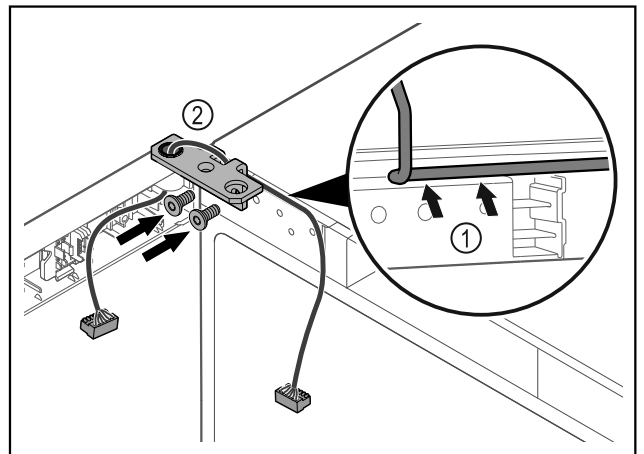

Fig. 63
- Faire passer le câble avec précaution par le trou de l'équerre de charnière Fig. 63 (1).
- Visser l'équerre de charnière Fig. 63 (2).